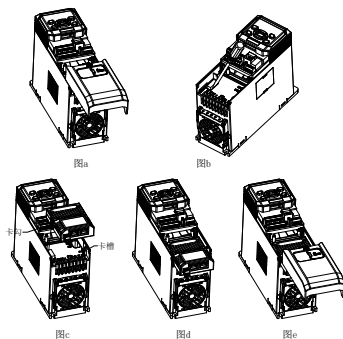

图 1-1 PN 通讯选件安装步骤图
(1) 变频器非上电状态下, 按下下盖板中上部颗粒状处, 用力向下滑动, 取下变频器下盖板, 如图 1-1 a 所示。
(2) 使用一字螺丝刀撬掉防尘盖或移除橡胶塞, 如图 1-1 b 所示。
(3) 安装 PN 选件: 将内装有总线卡的扩展盒朝上(指示灯朝上), 对准 PN 选件安装位置总线电气接口, 水平往下按压, 使得扩展盒弹压式卡口和变频器下端卡勾咬合, 如图 1-1 c 与图 1-1 d 所示。
(4) 完成总线选件组装, 如图 1-1 e 所示。